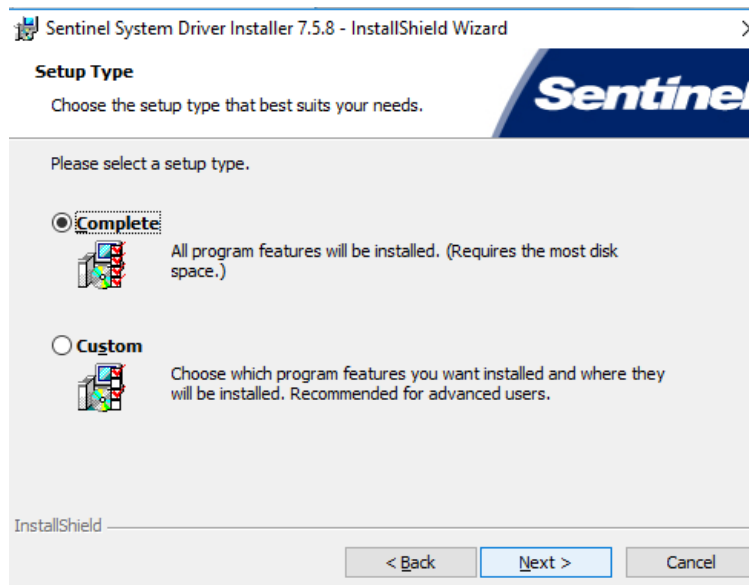

Figura 17. Opción de instalación.
- ✓ Selecciona la opción completa (complete) y siguiente (next) ver figura 17.